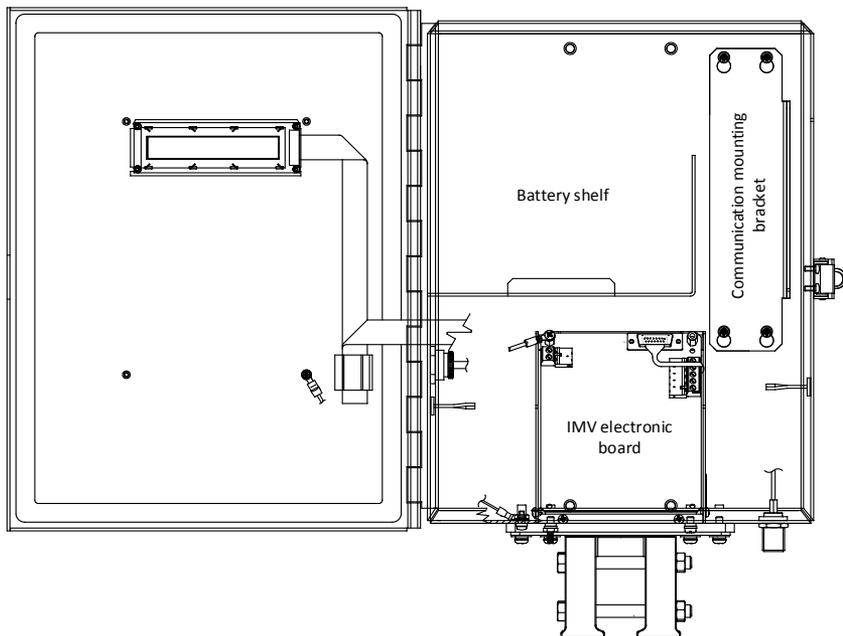

Figura 10: Vista interna do gabinete do μ FLO^{G5}
1. Abra a porta articulada no computador de fluxo e localize visualmente o compartimento da bateria (Figura 10).